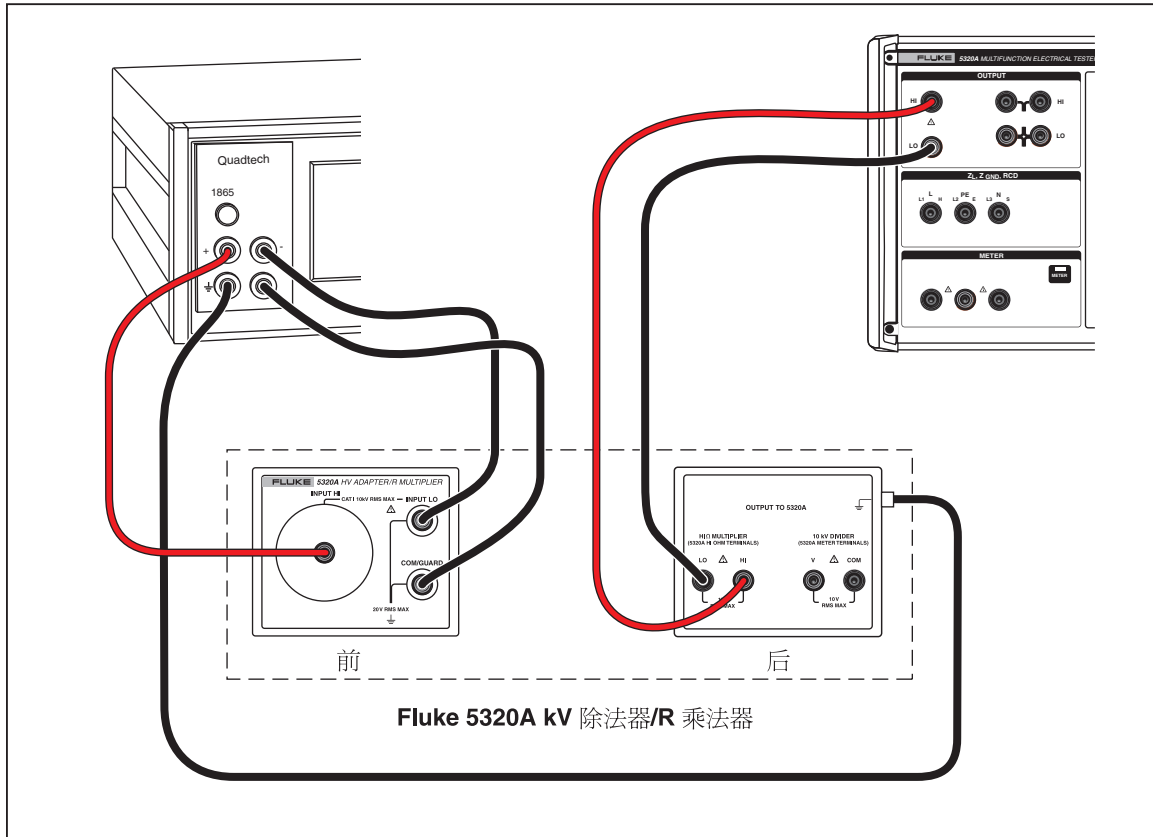

图6-4.电阻乘法器验证连接
1. 使用低泄漏、低电介质吸收的测试导线，通过高压适配器，将校准器连接到兆欧计，如图6-4中所示。注意 kV 除法器/R 乘法器输出到校准器 HIΩ M乘法器和到校准器 HIΩ, mA 端子之间的连接极性是相反的。